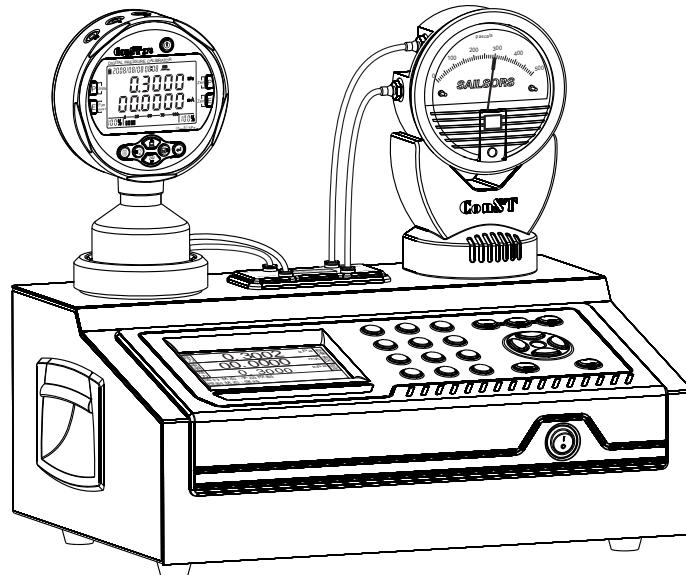

图11-1-2 全自动检定指针表时的连接方式
- ① 打开智能微压发生器，并连接好标准表，使之处于准备工作状态。
- ② 把智能微压发生器与计算机通过串口线连接起来；打开计算机，并启动压力自动检定软件。
- ③ 如果被检表已经贴有上次送检时贴的二维码，使用扫描枪读入被检表信息，软件会自动调出数据库中有关于本表以往的检定信息：包括准确度等级、量程信息、最小分辨率、上次的检定点及检定点数等相关信息。
- ④ 按 图11-1-2所示连接好被检表、标准表的气路。注意高低端压力接口不要插反。
- ⑤ 启动检定过程，系统会根据检定规程的要求，进行检定。
- ⑥ 检定过程结束，拆被检表，换另外一块。